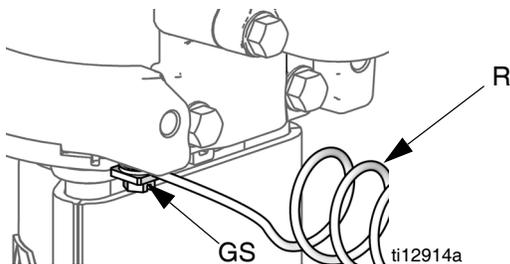

図 2. 接地ネジおよびアース線
1. ポンプ：図 2 を参照してください。接地ネジ (GS) がエアモーターに取り付けられていて、しっかりと締まっていることを確認します。接地線 (R) のもう一方の端を大地アースに接続します。